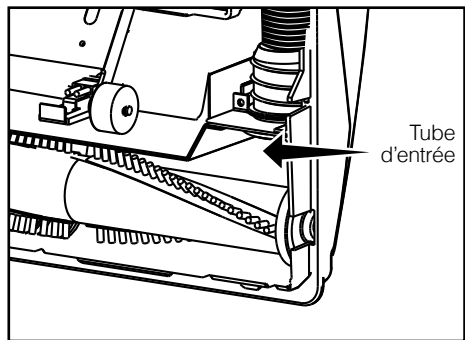

Fig. 2
- Retournez l'aspirateur et retirez le plateau inférieur (voir page 18). Examinez le tube d'entrée de la buse afin de repérer ce qui cause l'obstruction (Fig. 2). Dégagez le tube et réinstallez le plateau inférieur.